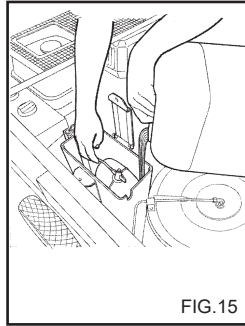

FIG. 15
- 5) Schenk circa 3 liter antivriesoplossing in het reservoir (fig. 15).